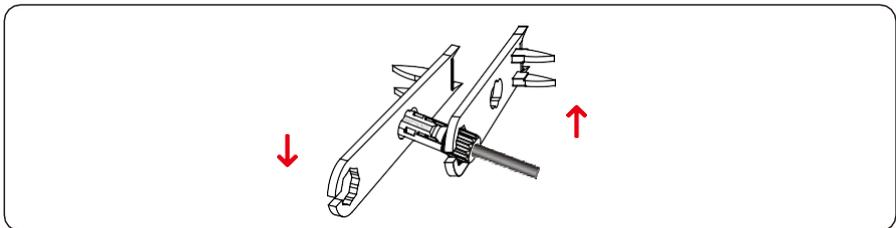

Figura 5.13 Conectores de fijación
Paso 4 Apriete las contratruercas de los conectores positivo y negativo con una llave de extracción, tal como se indica en la figura 5.13.